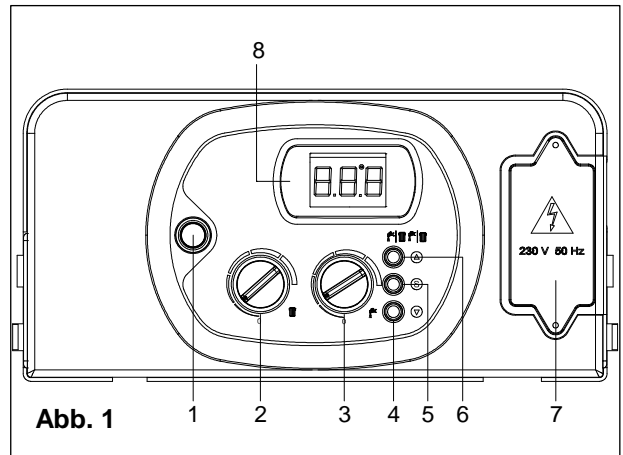
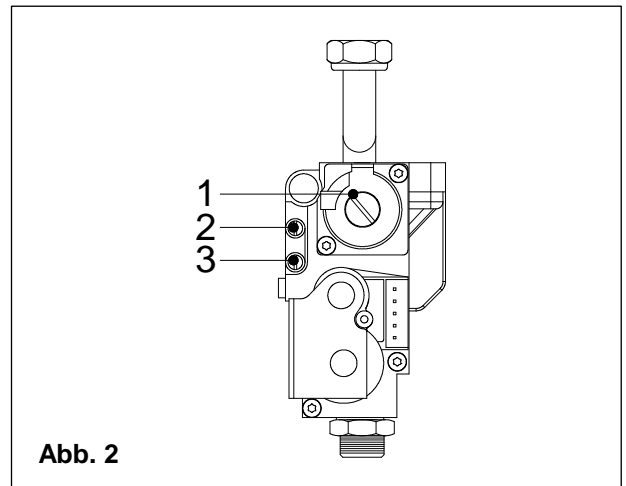

Abb. 1
Abb. 2
- Den Füllhahn R (Abb. 2) öffnen;
- Mithilfe des Druckmessers M (Abb. 2) kontrollieren, dass der Druck der Anlage die Hälfte des grünen Bereichs erreicht (1,2 bar, siehe Abb. 3) und dass auf dem Bildschirm des Bedienerfeldes nicht der Code H2O erscheint;
- Den Schalter **1** auf die Position ON (Abb. 1) stellen, nach wenigen Sekunden wird die Umwälzpumpe starten;
- Mittels des Knopfs **6** auf den Betrieb WINTER-SOMMER schalten. Das Angehen des Symbols  auf dem Bildschirm **8** (Abb. 1) zeigt dessen Aktivierung;
- Das automatische Zündungssystem wird den Brenner zünden, **bei fehlender Flamme wiederholt die Platine drei Mal alle Schritte zur Zündung, gestaffelt mit dem Zeitabstand der Nach-Lüftung (20 Sek.)** Es könnte jedoch notwendig sein, diesen Schritt mehrmals zu wiederholen, um die Luft aus der Rohrleitung zu entfernen. Um den Zündungsvorgang zu wiederholen, etwa drei Sekunden nach dem letzten Zündungsversuch warten bevor man den Heizkessel erneut freigibt, dann den Schalter **1** (Abb. 1) aus- und einschalten und danach den Vorgang wiederholen;
- Den Schalter **1** auf die Position OFF (Abb. 1) stellen, einen Druckmesser in den Druckentnahmepunkt **2** (Abb. 2) einfügen, den Heizkessel einschalten und die Werte des maximalen und minimalen Einstelldrucks kontrollieren gemäß der Bezugswerte, die auf dem Gas-Schild stehen (um den maximalen Druck zu kontrollieren, den Warmwasserhahn aufdrehen und überprüfen, ob der maximale Druck gleich dem vom Schild ist; um den Mindestdruck zu kontrollieren den Hahn schließen und den Heizkessel auf die Position Winter stellen; der Druckmesser wird den Mindestdruck für die ersten 10 Sekunden anzeigen); sollte der maximale Druck nicht dem des Schildes entsprechen, die Einstellung erneut ausführen (siehe Handbuch zur Eichung);